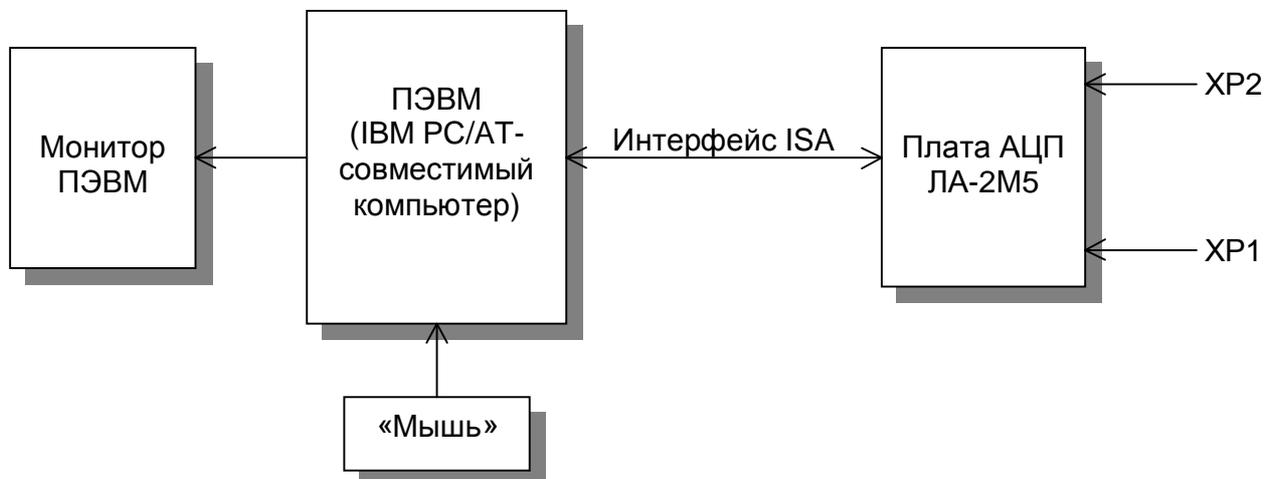

Рис. 5. 1
5.5.1. Структурная схема взаимодействия составных частей прибора показана на Рис. 5. 1.
Функциональная схема платы ЛА-2М5 показана на рисунке (Рис.5. 2). Плата содержит следующие независимые узлы: аналогово-цифровой канал (АЦК), счётчик-таймер, опорный кварцевый генератор, цифровой порт ввода/вывода, внутренний